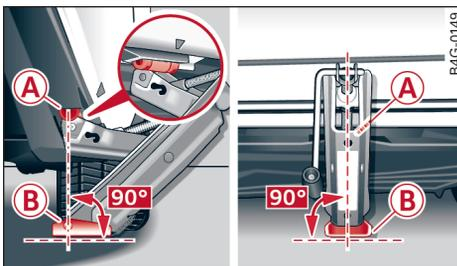

图 285 边梁：装上汽车千斤顶
- ▶ 将汽车千斤顶\* 放置在下边梁上的支撑点下并转动摇把将其升高，直到卡槽 **A** ⇨ 图 285 处在规定的塑料定位座下方。